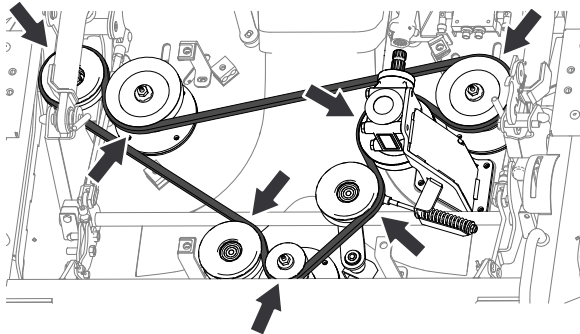

Figura 134
- Amplasai cureaua nouă în jurul fuliilor în modul indicat în Figura 134.